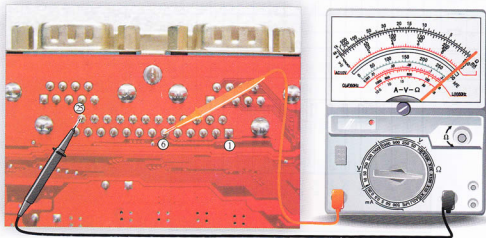

图21-9 对地阻值的检测
(3) 使用万用表测量各引脚的对地阻值，将万用表调至“ $R \times 100$ ”挡，并将黑表笔接地端（如②⑤脚），红表笔分别接并行接口的①脚～①⑦脚，如图21-9所示。